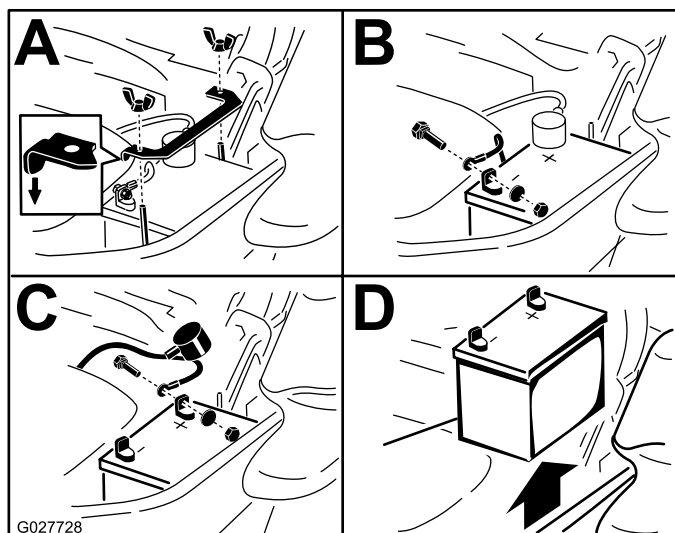

Figure 61
3. Commencez par débrancher le câble négatif (noir) de la borne négative (-) (noire) de la batterie (Figure 61).
4. Enlevez le capuchon rouge de la borne positive (rouge) de la batterie et débranchez le câble positif (+)(rouge) (Figure 61).
5. Retirez l'écrou à oreilles qui fixe la barrette de maintien de la batterie (Figure 61).
6. Déposez la barrette de maintien (Figure 61).
1. Placez la batterie dans son support en tournant les bornes à l'opposé du réservoir hydraulique (Figure 61).
4. Fixez les câbles avec 2 boulons, 2 rondelles et 2 contre-écrous (Figure 61).
6. Reposez la barrette de maintien et fixez-la avec l'écrou à oreilles (Figure 61).